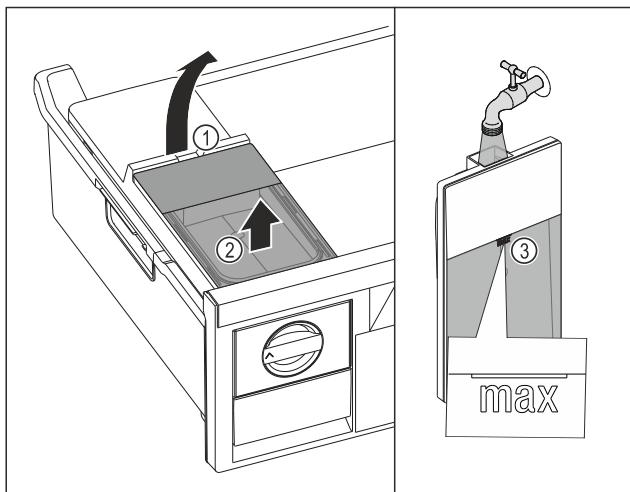

Fig. 67
- ▶ Podignite spremnik za vodu na otvoru Fig. 67 (1).
- ▶ Izvadite spremnik za vodu prema gore. Fig. 67 (2)
- ▶ Spremnik za vodu napunite pitkom vodom do oznake Fig. 67 (3).